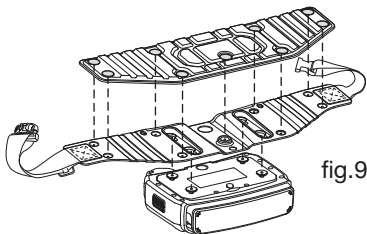

fig.9
4. Fixez le coussin souple à la ceinture à l'aide des 8 boutons pression (voir fig. 9).